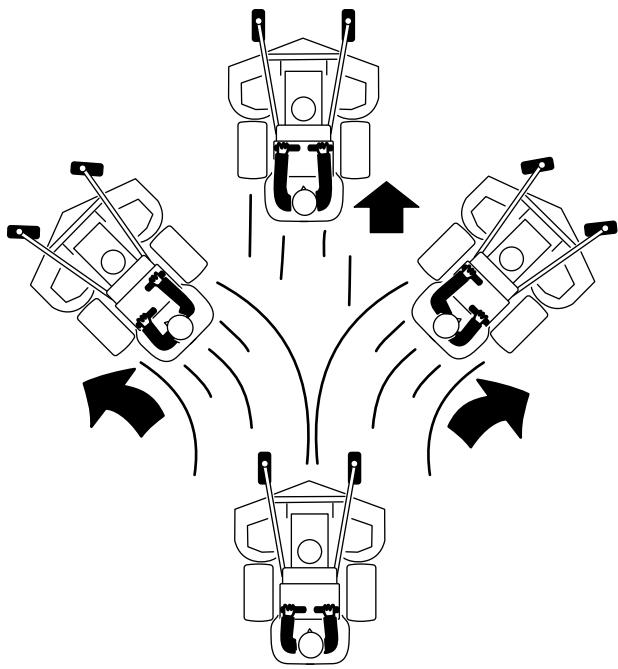

Bild 20
3. Schieben Sie die Fahrantrebshebel langsam nach vorne (Bild 20).